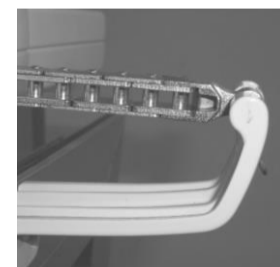

Figure 16
- Tenir la fenêtre d'une main et de l'autre sortir l'axe de la fente (*il est conseillé d'ouvrir la fenêtre d'au moins 10 cm pour le faire afin de détacher la fenêtre plus facilement*) - figure 16.